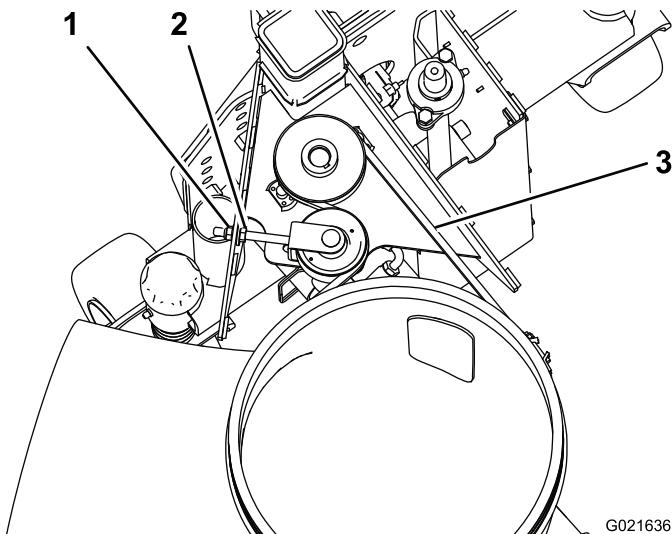

Figura 28
1. Controllate la tensione premendo la cinghia al centro della campata più lunga, applicando una forza di 30 N·m (Figura 28). La cinghia deve flettersi di 4,8 mm. Se la curva non è esatta, passate alla fase successiva. Se è esatta, continuate il lavoro.
- 2. Per aumentare la tensione della cinghia, allentate il dado esagonale e serrate il dado flangiato fino a ottenere la tensione della cinghia desiderata (Figura 28). Non serrate eccessivamente.